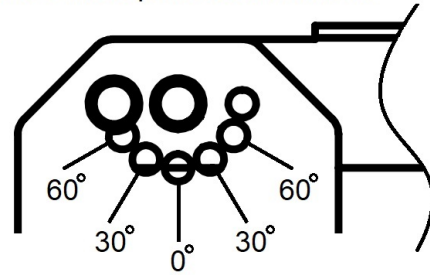

Рис.2
2. Установить необходимый угол поворота светильника рис.2.